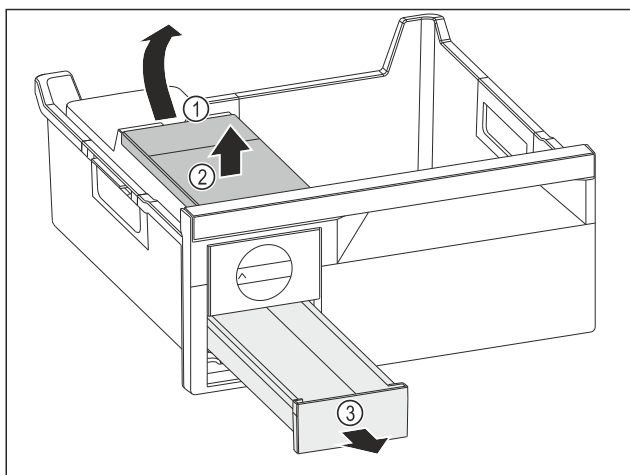

Fig. 129
- ▶ Вийняти бак для води: підняти бак для води за заглиблення Fig. 129 (1).
- ▶ Вийняти бак для води Fig. 129 (2) рухом вгору.
- ▶ Вийняти висувний ящик для кубиків льоду Fig. 129 (3) рухом вперед.